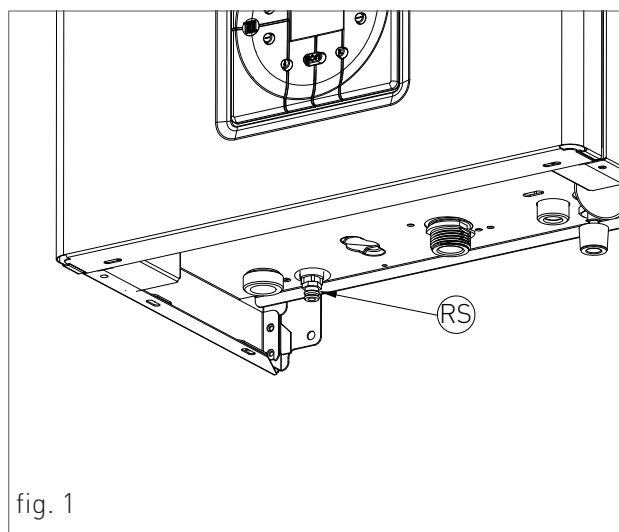

fig. 1
- › rimuovere le viti (1 - fig.1) di fissaggio poste nel bordo inferiore del pannello frontale;
- › afferrare il pannello frontale nella parte inferiore e, tirandolo verso se, estrarlo con movimento verso l'alto (vedi fig. 1).
- › rimuovere le viti (2 - fig.1) di fissaggio poste nel bordo frontale del pannello laterale;
- › rimuovere le viti (3 - fig.1) di fissaggio poste nel bordo inferiore del pannello laterale;
- › afferrare la base del pannello e, dopo averlo spostato lateralmente, estrarlo alzandolo (vedi fig. 1).
- > Afferrare contemporaneamente le staffe di supporto del pannello comandi (fig. 1) allargandole, e rovesciare il pannello ruotandolo verso il basso;
- > svitare le quattro viti di fissaggio 1 - fig. 1;
- › collegare un tubo flessibile al rubinetto di scarico dell'impianto 'RS' (fig. 1) e collocare l'altra estremità del tubo flessibile ad un adeguato scarico;
- › ruotare il rubinetto di scarico dell'impianto 'RS' (fig. 1);
- › quando tutta l'acqua è defluita, chiudere le valvole di sfiato dei radiatori ed il rubinetto di scarico dell'impianto 'RS' (fig. 1).
Per eseguire la trasformazione procedere nel seguente modo (vedi fig. 1):